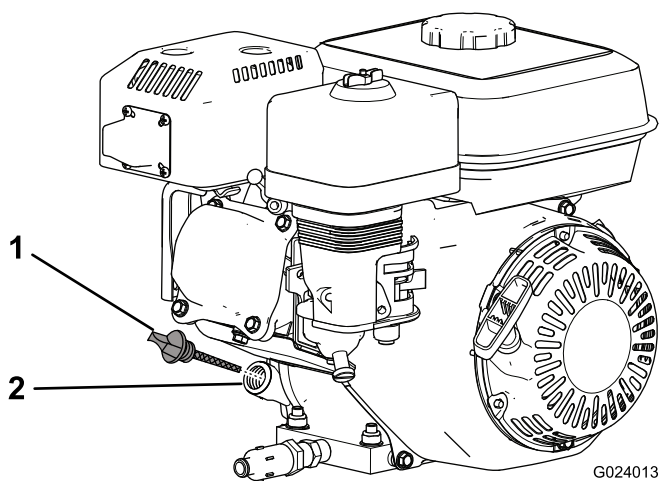

Bild 24
2. Stellen Sie den Motor ab, warten Sie, bis er abgekühlt ist, und reinigen Sie dann den Bereich um die Öleinfüllverschlusskappe bzw. den Peilstab (Bild 24).